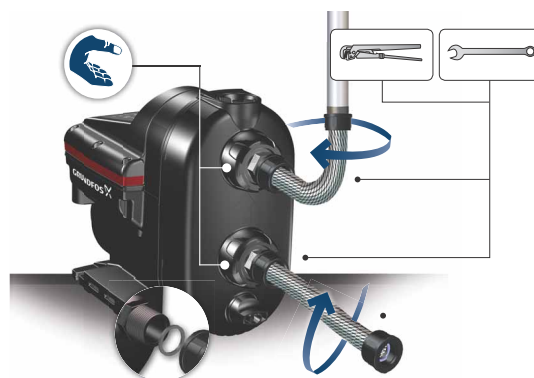

Fig. 3 Comment monter les raccords
2. Installer les raccords aux orifices d'aspiration et de refoulement en tenant les raccords d'une main et en serrant les écrous unions de l'autre. Voir fig. 3.